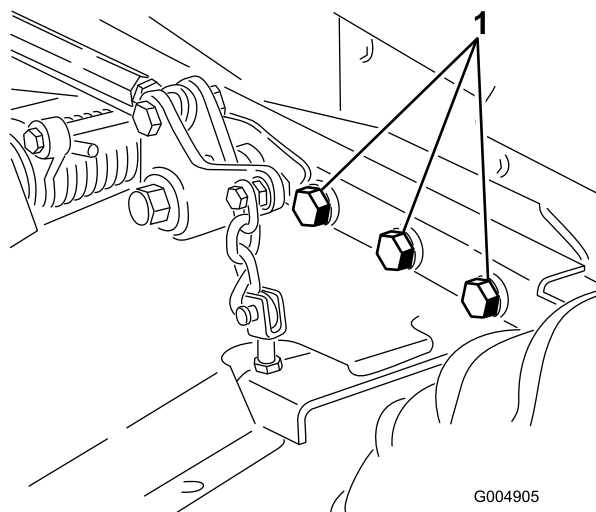

Figura 63
4. Verifique todos os dispositivos de fixação para ver se estão soltos e aperte-os conforme necessário. Aperte os 6 parafusos que prendem a estrutura da plataforma do cortador à unidade de tração (Figura 63) com 359 N·m.